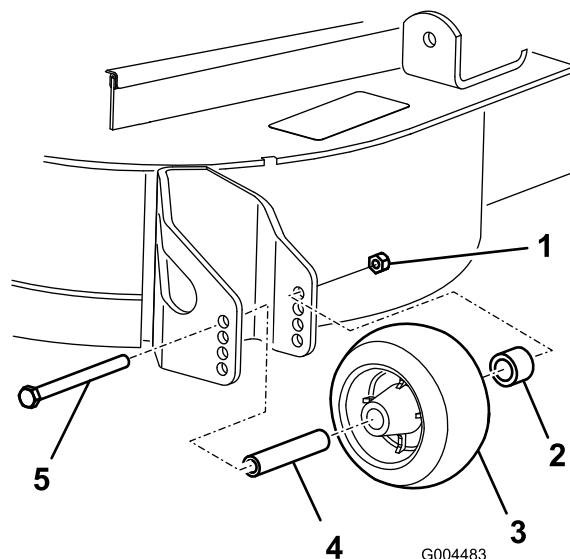

图 10
- 在调节剪草高度后应通过卸下凸缘螺母、衬套、隔片和螺栓来调节滚筒图 10。
- 安装凸缘螺母衬套、隔片和螺栓。上紧扭矩至 5461N·m>图 10。